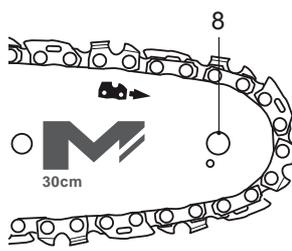

Fig. 4
- > La flèche indique le sens de rotation de la chaîne (Fig. 4). Vérifiez que la chaîne passe bien autour du pignon de renvoi [8] du guide-chaîne [7].